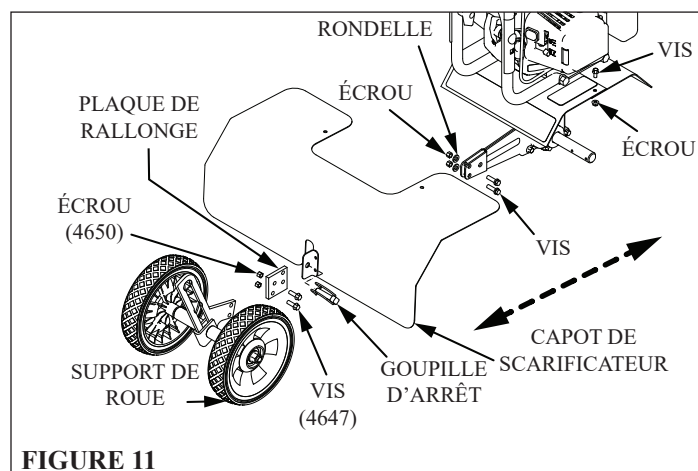

FIGURE 11
2. Dévisser les vis et écrous de fixation du support de roues sur la monture de barre de traînée et mettre le support de roue de côté. **VOIR FIGURE 11**
3. Enfiler le capot de scarificateur sur le garde-boue de la machine par l'arrière et l'attacher avec des vis et des écrous. **VOIR FIGURES 11 ET 12**
4. Fixer la partie inférieure du capot de scarificateur au support de barre de traînée à l'aide de la goupille d'arrêt. **VOIR FIGURES 11 ET 12**
5. Poser la plaque de rallonge de roue (4676) à l'aide des vis (46142) et écrous (4650) supplémentaires. S'assurer que la rallonge de roue est dans le bon sens (le côté avec les deux trous le long du bord se raccorde à la monture de barre de traînée). **VOIR FIGURE 11**